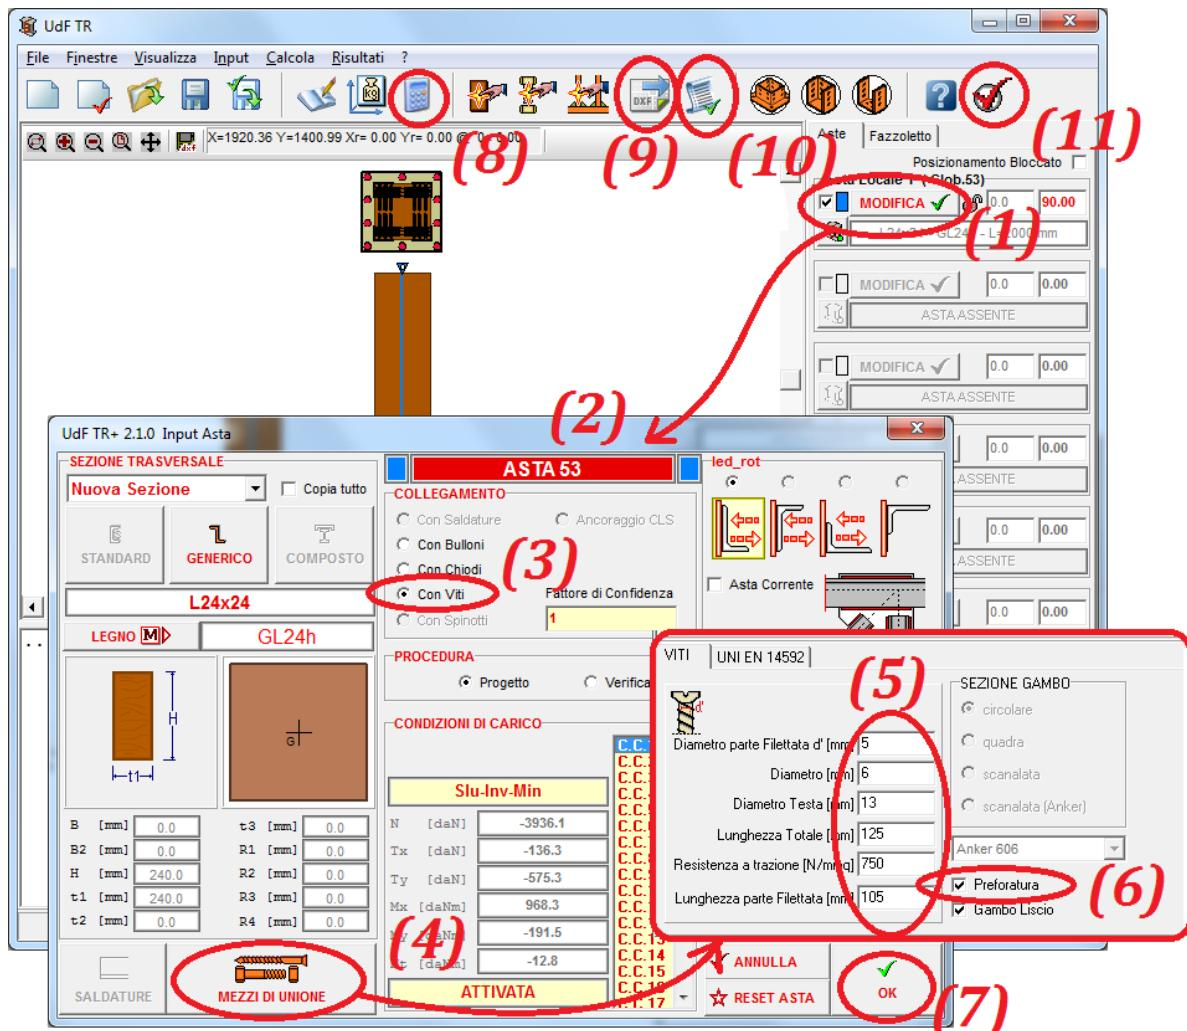

Figura 62
Con riferimento alla figura 62, cliccare (1) sul tasto “*Modifica*” dell’asta locale 1 per accedere alla finestra di personalizzazione (2) dell’unica asta presente nel collegamento analizzato.